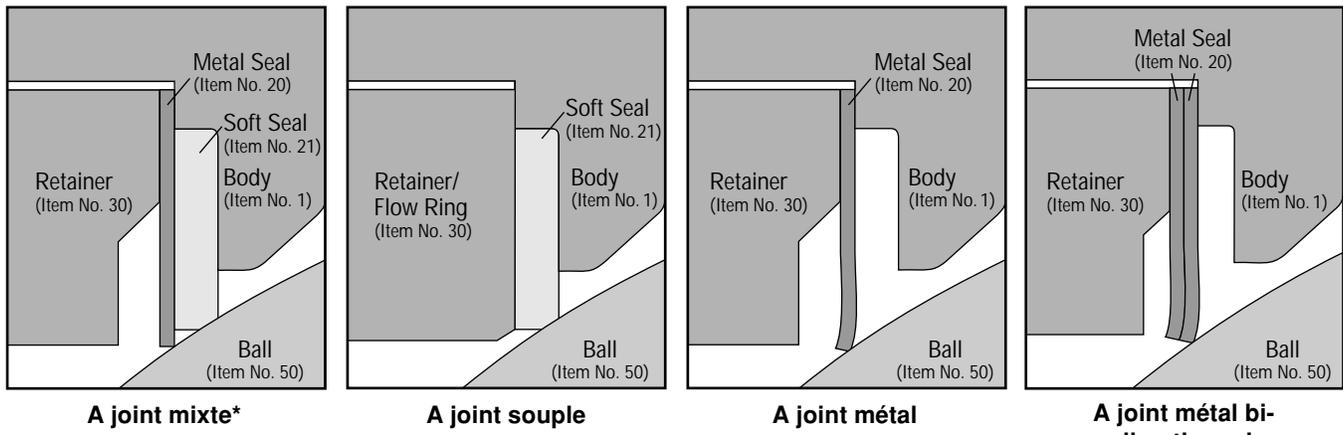

Figure 4 : Différentes configurations du siège de vanne
- Remplacez le joint souple et / ou le / les joint(s) métallique(s), selon le cas, en fonction du type d'application. (Reportez-vous à la Figure 4.)